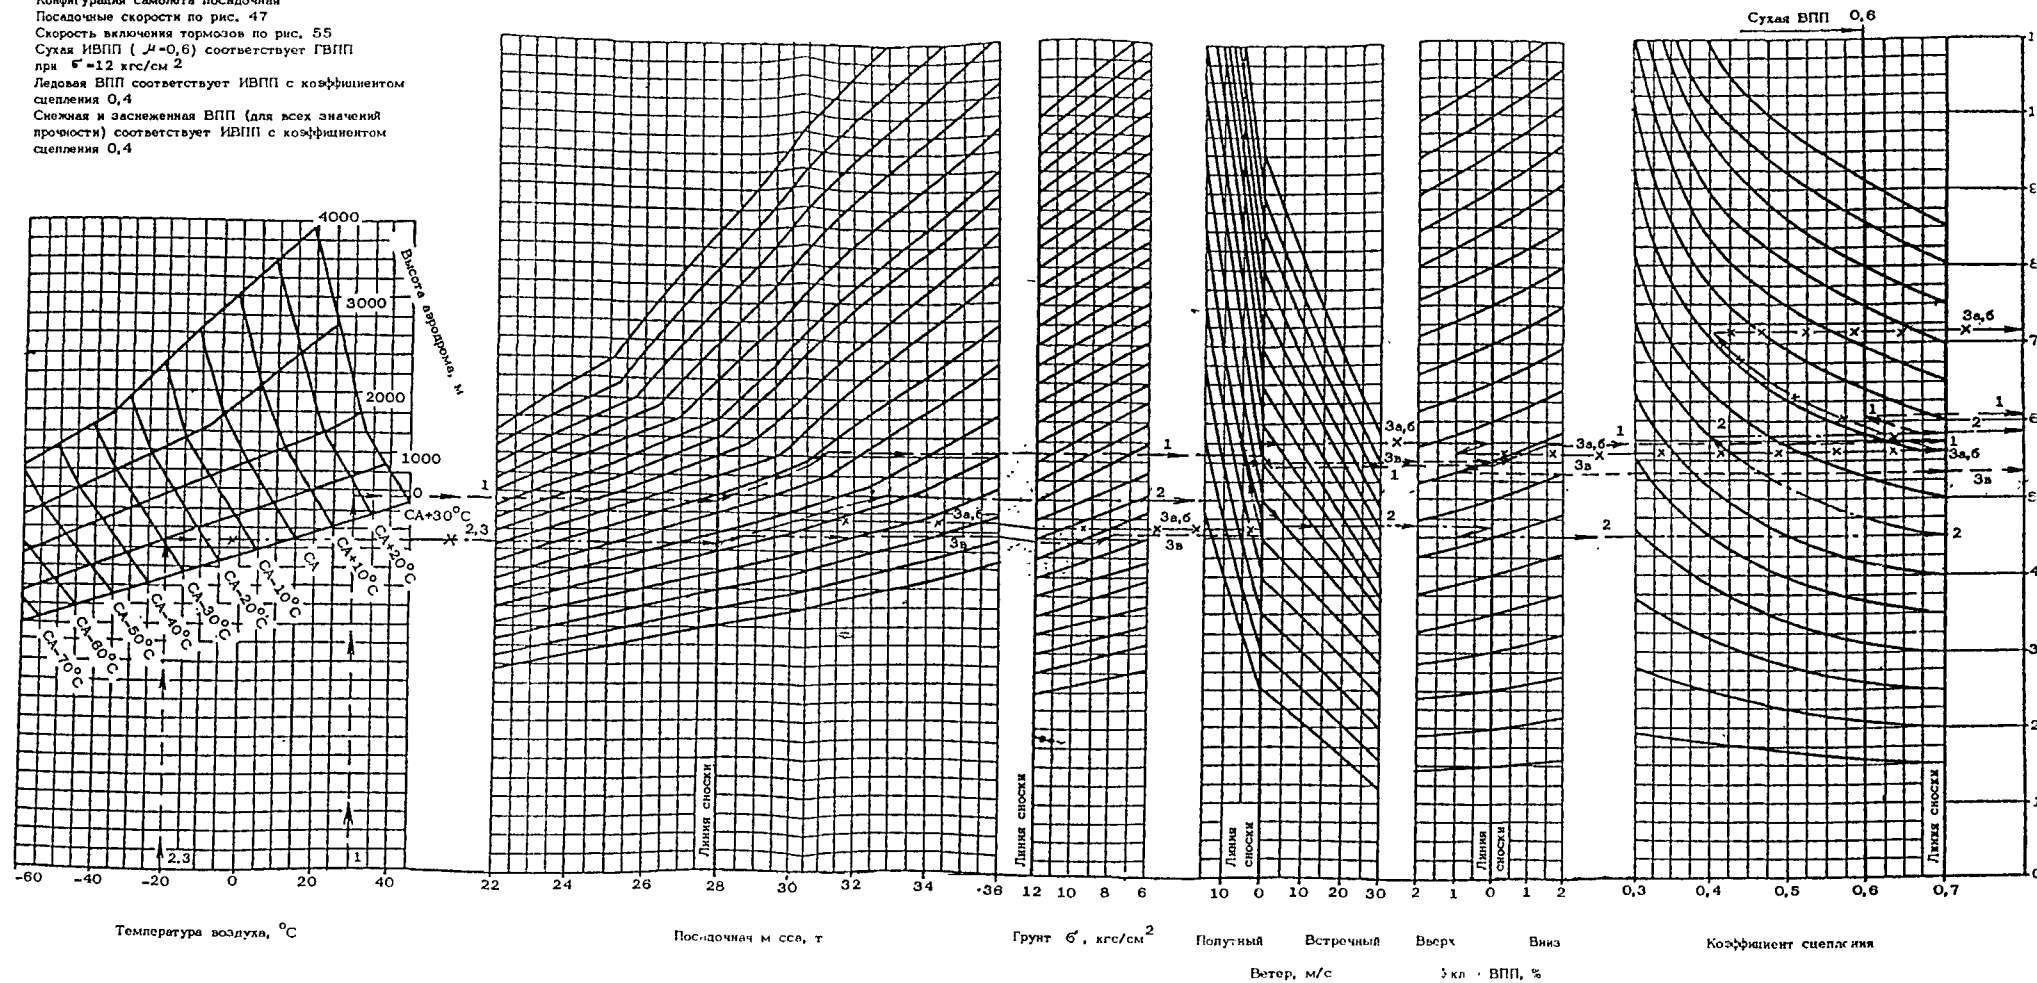

РИС. 50. ДЛИНА ПРОБЕГА ПРИ НОРМАЛЬНОЙ ПОСАДКЕ
4. По рис. 50 определите длину пробега. Она равна 585 м.
4. По рис. 50 определите длину пробега. Для посадочной массы 30,4 т и коэффициента сцепления 0,4 она равна 715 м. Для посадочной массы 28,8 т и прочности грунта 9 кгс/см² она равна 535 м.